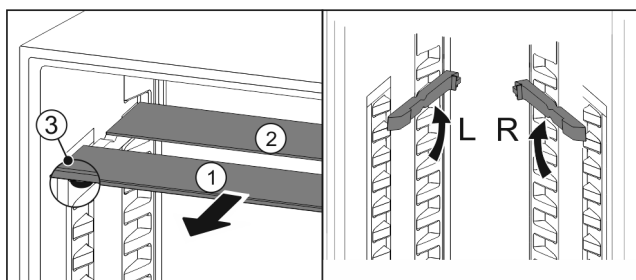

Fig. 78
- ▶ Skleněné desky jednotlivě vytáhněte dopředu Fig. 78 (1).
- ▷ Skleněná deska Fig. 78 (1) s ozdobnou lištou leží vpředu.
- ▷ Zarážky Fig. 78 (3) směřují dolů.